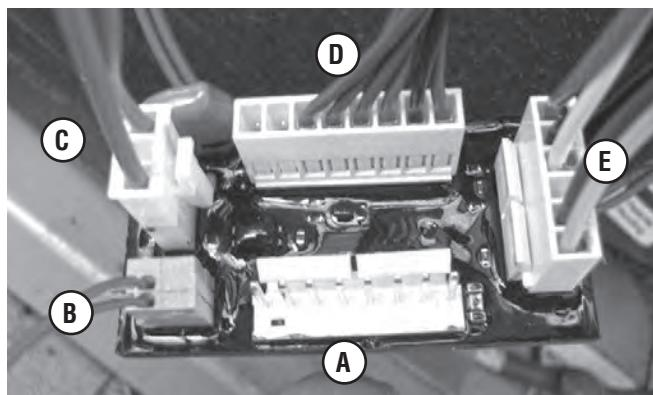

Figura 8
- Compare sus conexiones con la **Figura 8** para confirmar la instalación adecuada de los cables.